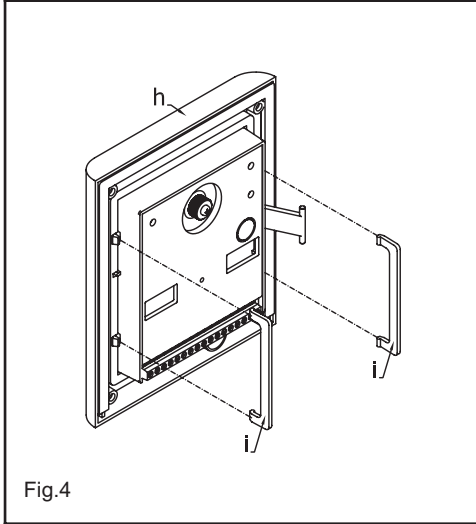

Fig.4
4. Avant de monter l'ensemble module + support dans la platine, montez les arrêts anti-effraction i (fig. 4).